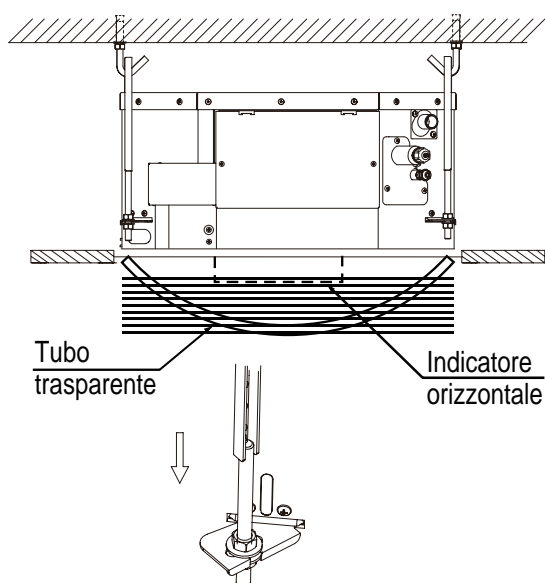

Fig. 3.9
- Utilizzare ganci di montaggio regolabili per garantire che il corpo dell'Unità sia perfettamente orizzontale, altrimenti vi è il rischio di perdite d'acqua. Calibrare il livello dell'Unità utilizzando una livella o un tubo di polietilene pieno d'acqua. Vedi la Fig. 3.9.